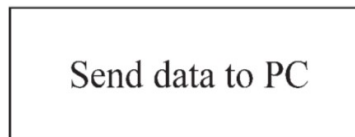

Abbildung 46
- e. Drücken Sie „←“, um das Senden der Daten zu bestätigen. Auf dem Display erscheint folgende Anzeige: „Send data to PC“ (Senden der Daten an den PC). Bei Abschluss des Vorgangs ertönt ein Signalton. Das Gerät schaltet wieder zurück in den MENU-Bereich, wie in Abbildung 46 dargestellt.